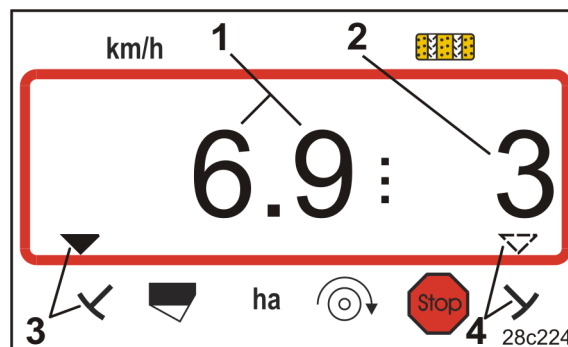

Fig. 26
- tilbage til arbejdsvisning (Fig. 26).
- kørehastigheden (Fig. 26/1), fx 6,9 km/t
- kontaktpositionen for køresporstælleren (Fig. 26/2), f.eks. position 3
- spormarkøren til venstre (Fig. 26/3) befinder sig i arbejdsstilling
- spormarkøren til højre (Fig. 26/4) er hævet.